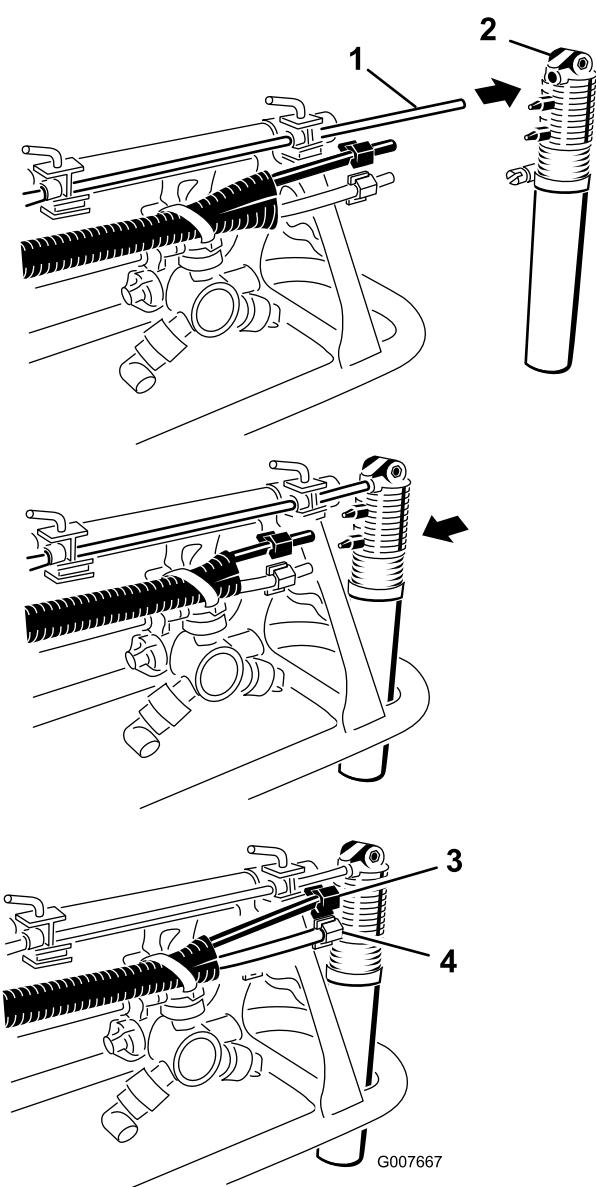

Figura 14
6. Localize os bicos de espuma nas peças soltas. Instale um bico na barra de montagem como se mostra em (Figura 14).